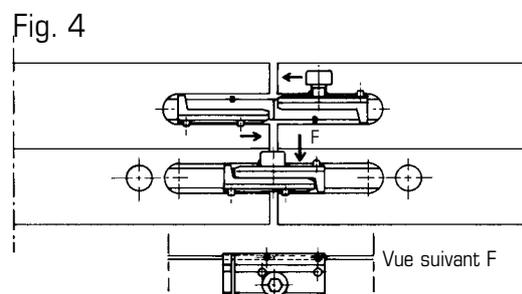

Fig. 4
- Glisser les pinces d'éclissage (fig. 4 et 5) sur les extrémités des conducteurs (jointifs ou avec jeu jusqu'à 3 mm). Bloquer énergiquement les vis avec une clé mâle (ALLEN) de 5 ou avec clé emmanchée H 8 (vis H5) selon modèles.